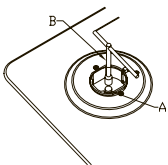

рис.6
- Плита комплектуется форсунками для разного вида газа. Замена форсунок осуществляется согласно данным из таблицы, приведенной на странице ниже (см. рис. 6).